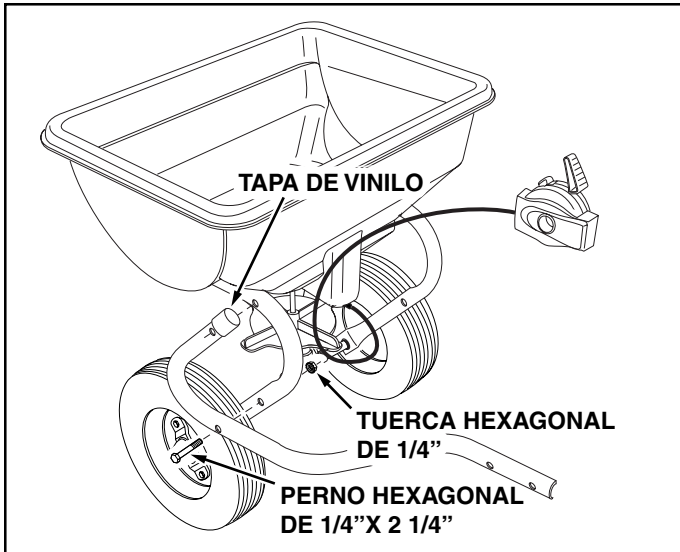

FIGURA 1
1. Coloque las tapas de vinilo sobre los extremos de los Tubos de Enganche de Mano Derecha y de Mano Izquierda. Vea la Figura 1.
2. Coloque el Tubo de Enganche de Mano Derecha en el tubo del marco del esparcidor, usando dos pernos hexagonales de 1/4" x 2-1/4" y dos tuercas hexagonales de 1/4". **No las apriete todavía.** Repita la operación con el Tubo de Enganche de Mano Izquierda. Vea la Figura 1.